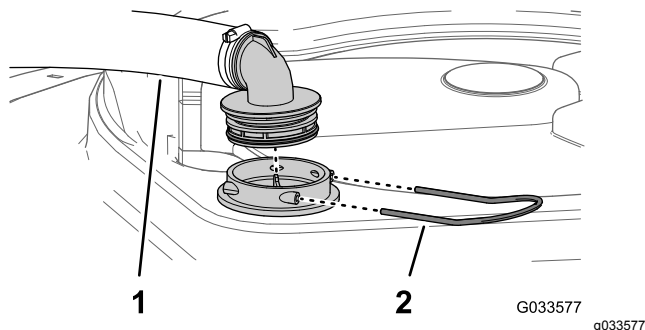

图 99
2. 在打药机药缸的顶部拆下固定从过滤器外壳连接至大软管的软管接头的卡环 图 99。
3. 从过滤器外壳上拆下软管和软管接头 图 99。